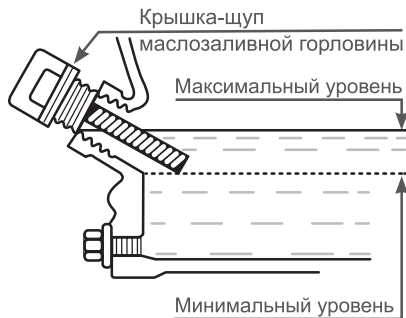

Рис. 7 Проверка уровня масла в картере
*Максимальный уровень масла в камере соответствует нижней кромке заливного отверстия (Рис. 7).*
При недостаточном уровне масла в картере необходимо долить чистое масло до верхней отметки на щупе, что соответствует нижней кромке заливного отверстия (Рис. 7).